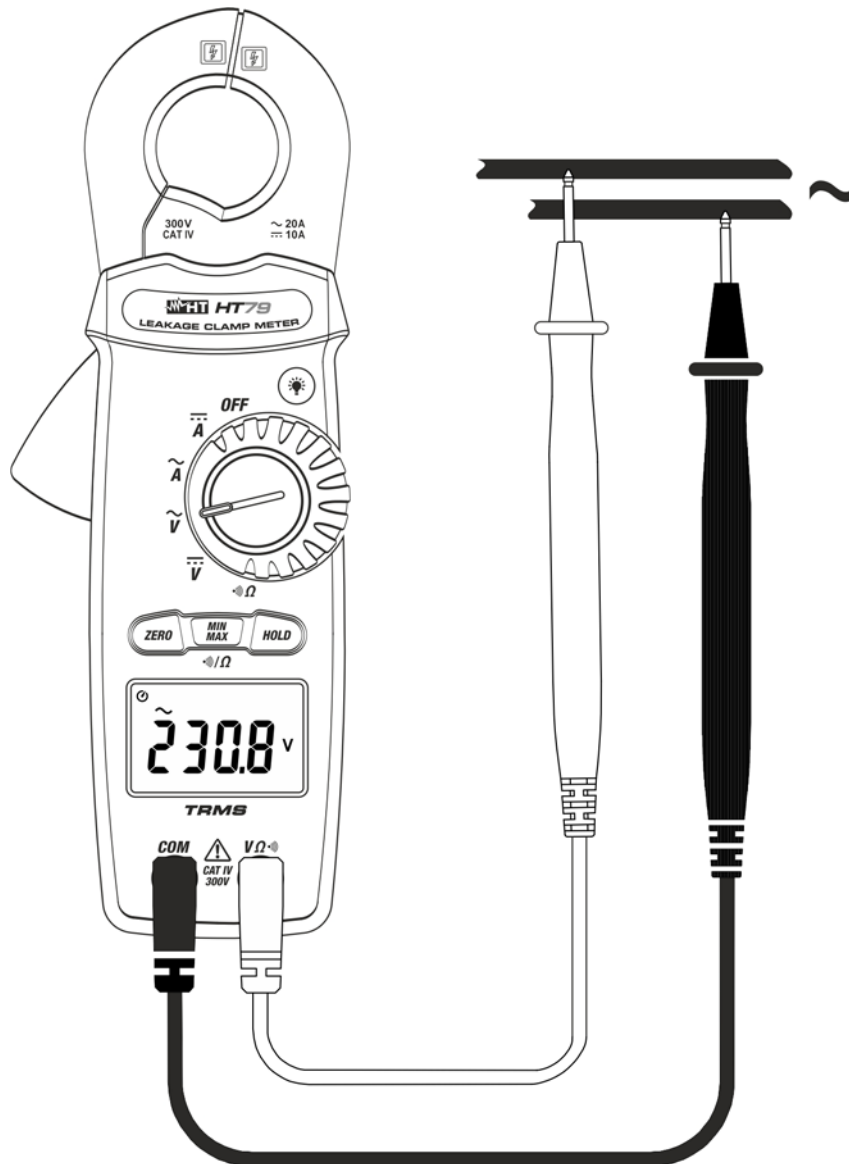

Fig. 5: Uso del instrumento para medida de Tensión CA
3. Posicione las puntas de prueba en los puntos deseados del circuito en examen (vea la Fig. 5). El valor de la tensión se muestra en pantalla